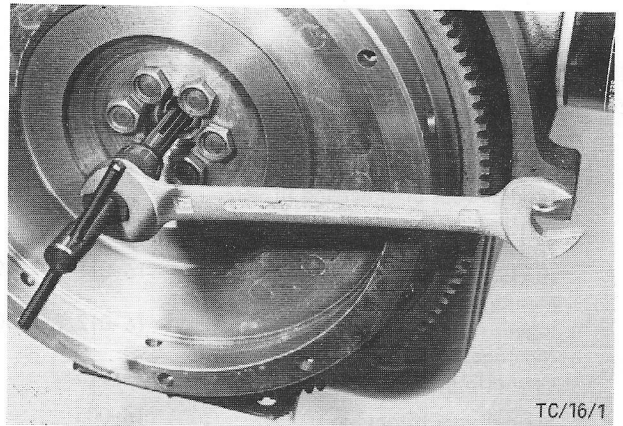

Fig.158 Toplager met speciaal gereedschap uittrekken.
2. Plaats de benen van Speciaal Gereedschap 21-036/21-037 achter het toplager en trek het lager uit de boring door de centrale bout aan te draaien (fig.158).